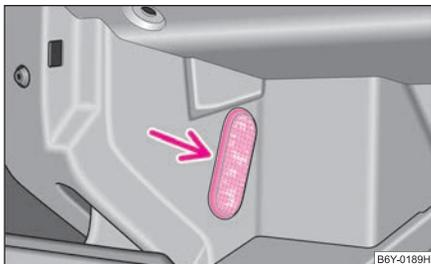

Abb. 176 Leuchte im Ablagefach auf der Beifahrerseite ausbauen
- Ein Messer oder Ähnliches seitlich zwischen Leuchte und Ablagefach schieben ⇒ Abb. 176. Leuchte vorsichtig heraushebeln.